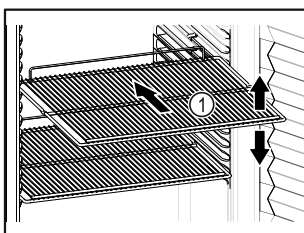

Fig. 55
- ❑ Hvis oppbevaringshyllene Fig. 55 (1) kan flyttes, juster etter høyden.